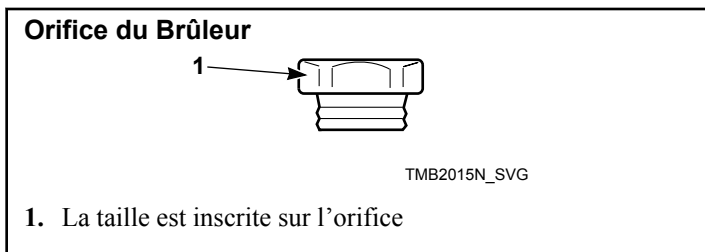

Figure 17
3. Installer les nouveaux orifices de brûleur pertinents. Se reporter à la *Figure 17* et à la *Tableau 15*. Serrer chacun d'entre eux à 9-10 Nm.
4. Réinstaller le dispositif de support d'orifice sur le robinet de gaz, en s'assurant que les orifices sont alignés sur l'ouverture du tube du brûleur. Voir *Figure 17*.